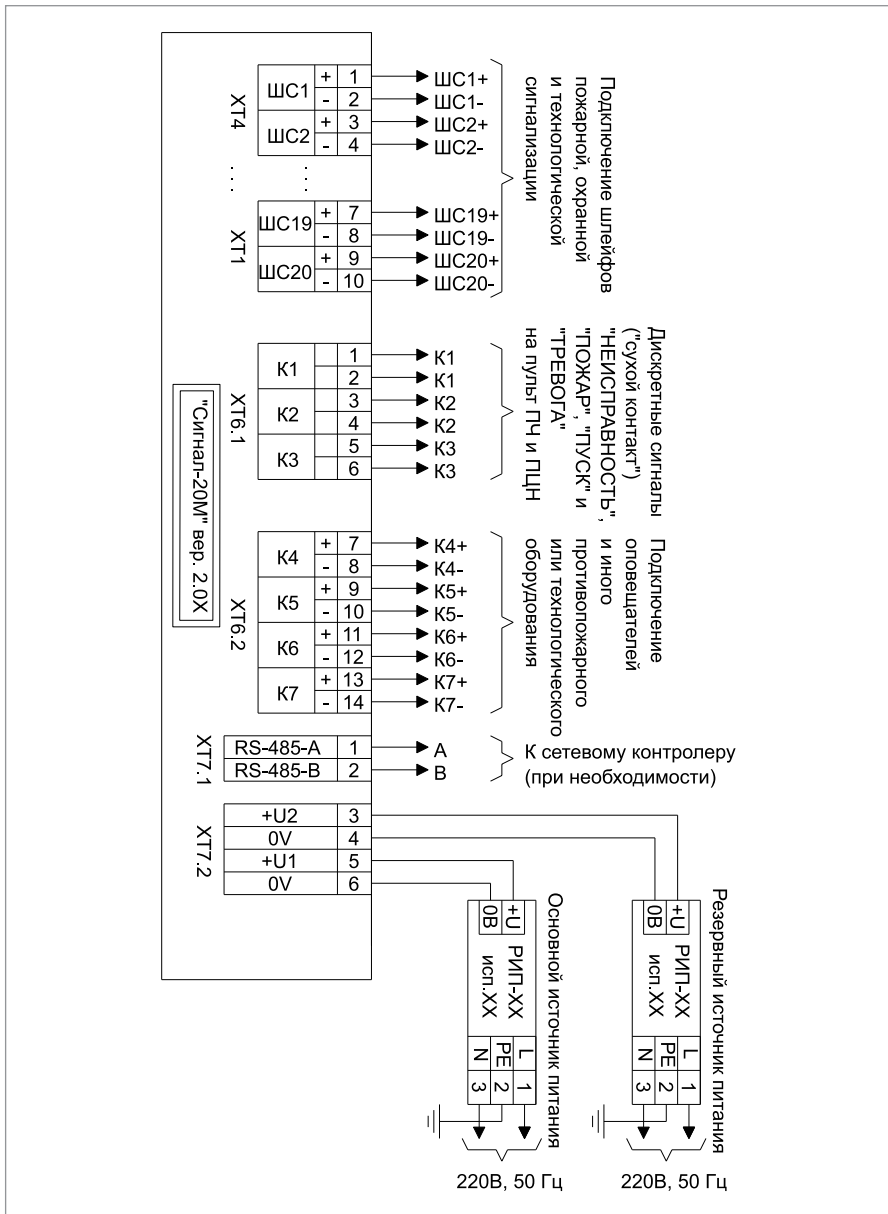

Рисунок 2. Схема внешних соединений прибора «Сигнал-20М»
1. Схема внешних соединений прибора приведена на Рисунок 2.